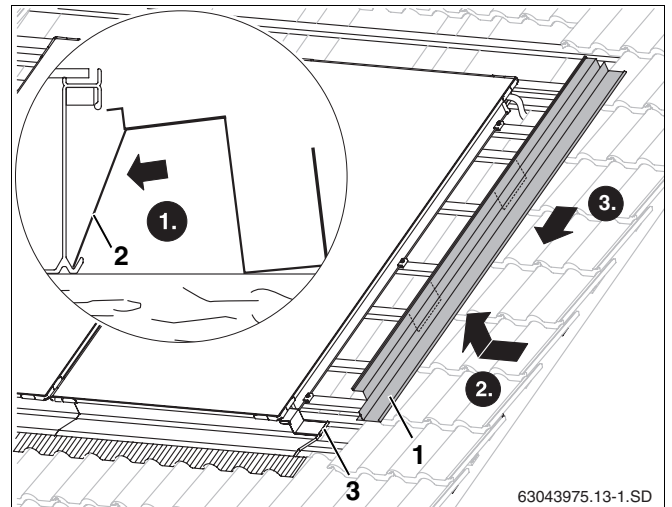

Fig. 49 Montagem da chapa de cobertura direita lateral
- ▶ Deve ajustar as chapas de suporte (fig. 49, **item 2**) ao bordo do colector em baixo.
- ▶ Encaixar as chapas de cobertura laterais direita e esquerda (fig. 49, **item 1**) com os bordos em cima na pega do colector e introduzir sobre a chapa de cobertura inferior.
- ▶ Comprimir a sobreposição das dobras de ambas as chapas para fixá-las (fig. 49, **item 3**).